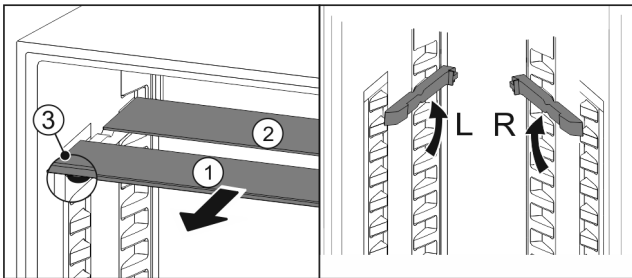

Fig. 19
- ▶ Glasplatten einzeln nach vorne herausziehen Fig. 19 (1).
- ▷ Glasplatte Fig. 19 (1) mit Zierleiste liegt vorne.
- ▷ Stopps Fig. 19 (3) zeigen nach unten.